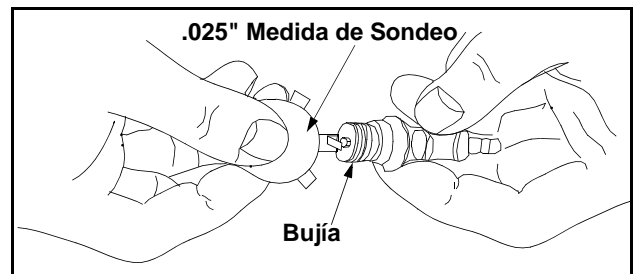

Figura 11
- Configure la separación de aire a 0.025 en (0.655 mm.) usando un calibrador de separaciones. Vea Figura 11.